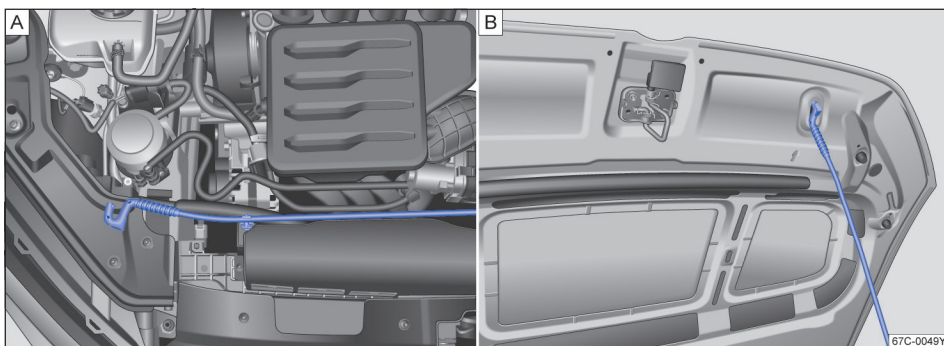

图 126 发动机舱盖支撑杆处于安放及固定位置
- 将发动机舱盖支撑杆→图 126 从其固定支架上取下。
- 将发动机舱盖支撑杆挂入图示位置的开口上→图 126。
- 将发动机舱盖支撑杆压入其固定支架内→图 126。